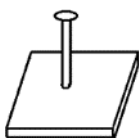

Рис.2
3.3. Если острие дюбеля сильно затупилось, то основание слишком твердое и непригодно для прямого монтажа. Твердый базовый материал может вызвать рикошет дюбеля и как следствие - серьезное травмирование Вас или окружающих (см. рис.2). Основание не подходит для использования технологии прямого монтажа.